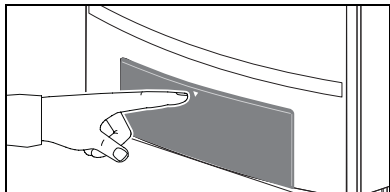

Bild 2 Öppen manöverpanel
Den här bruksanvisningen ger en översikt över hur värmepannan används och manövreras. Bruksanvisningen ligger i luckan till värmepannans manöverpanel (→ bild 2 på sidan 12).
Värmepannan är utrustad med en manöverpanel, grundkontrollen BC10 (→ bild 2). Med hjälp av den manövreras värmeanläggningen.
- Öppna manöverpanelen genom att trycka på luckan (bild 2).